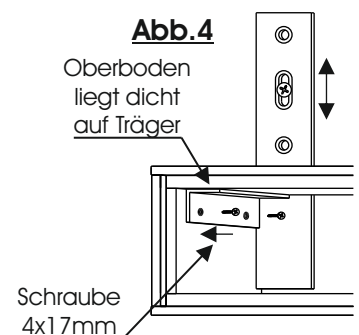

Abb.4
- Verschrauben Sie den Metallträger mit dem Möbel. Verwenden Sie hierzu je Träger zwei 4x17mm Schrauben. Achten Sie darauf, dass der Oberboden dicht auf den Träger aufliegt. (Abb.4)